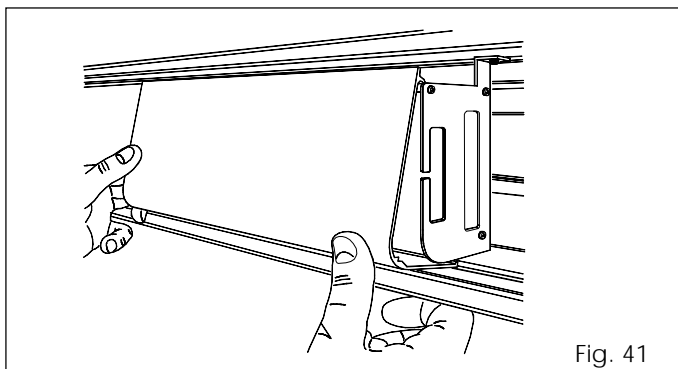

Fig. 41
- Per applicarlo nuovamente, agganciarlo sulla parte superiore e premere come in fig. 41.